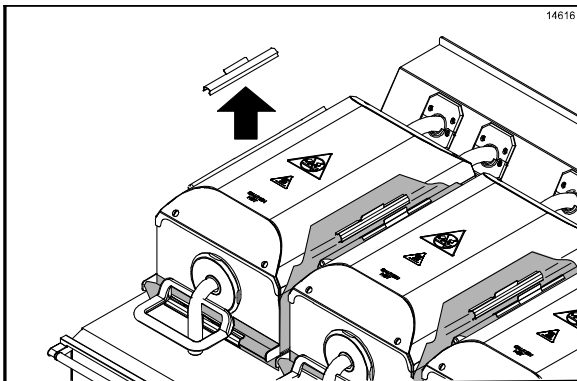

Figure 82
8. Retirer les épingles de verrouillage, les barres et les feuilles de protection. Emmener les épingles et les barres à l'évier en trois parties pour les laver et les rincer. Si nécessaire, les faire tremper dans une solution chaude de **SolidSense APSC** pour éliminer toute accumulation de carbone (Cf. Figure 82).